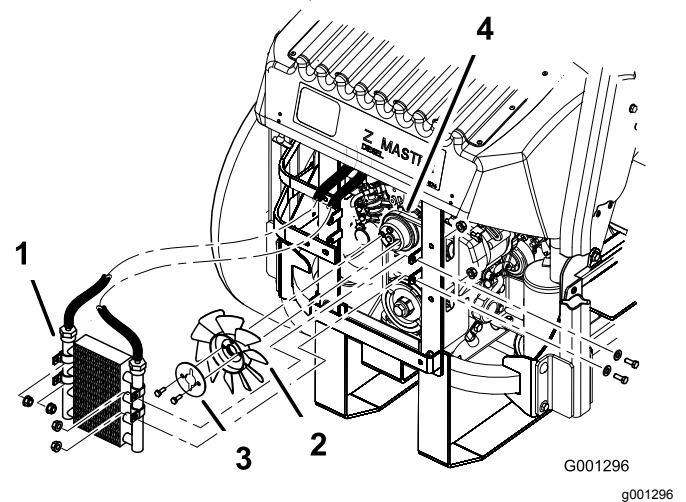

Figura 79
5. Retire los 4 pernos que sujetan el enfriador de aceite y coloque el enfriador de aceite en un lado (Figura 79).
6. Retire los 2 pernos que fijan el ventilador y el disco del ventilador a la máquina (Figura 79).
10. Instale el ventilador y el disco del ventilador en la máquina con los 2 pernos que retiró anteriormente (Figura 79).
11. Instale el enfriador de aceite con los 4 pernos que retiró anteriormente (Figura 79).